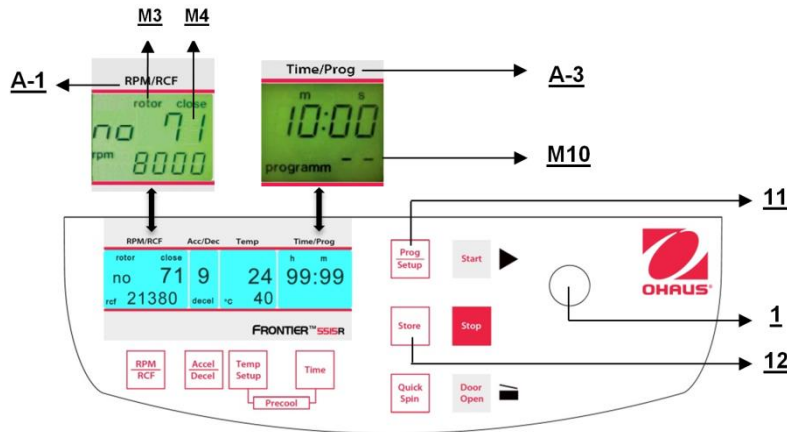

Figure. 25
Pour rappeler des programmes mémorisés, appuyer sur la touche "**Prog/Setup**" (11) (voir la figure 25) alors que le couvercle est déjà fermé. Sur l'affichage "**Time/Prog**" (A-3), le mot "**programm -**" (M10) apparaît. Le numéro de programme désiré peut être présélectionné avec le bouton de réglage (1).
Pour quitter le mode de programmation, appuyer simplement sur la touche **"Prog/Setup"** (11) (voir la figure 25). Sur l'affichage **"Time/Prog"**, le mot **"programm"** apparaîtra. Régler l'affichage sur **"programm--"** (M10) avec le bouton de réglage (1).